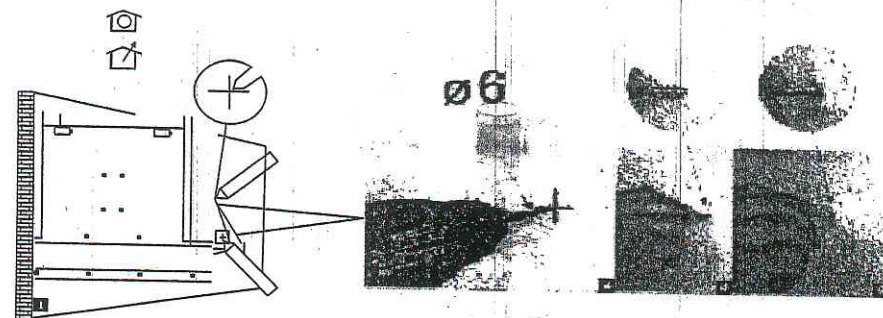

Fig. 3
3. Dans le mur, percez les trous aux points marqués avec une mèche de 6 mm (voir Fig. 3).